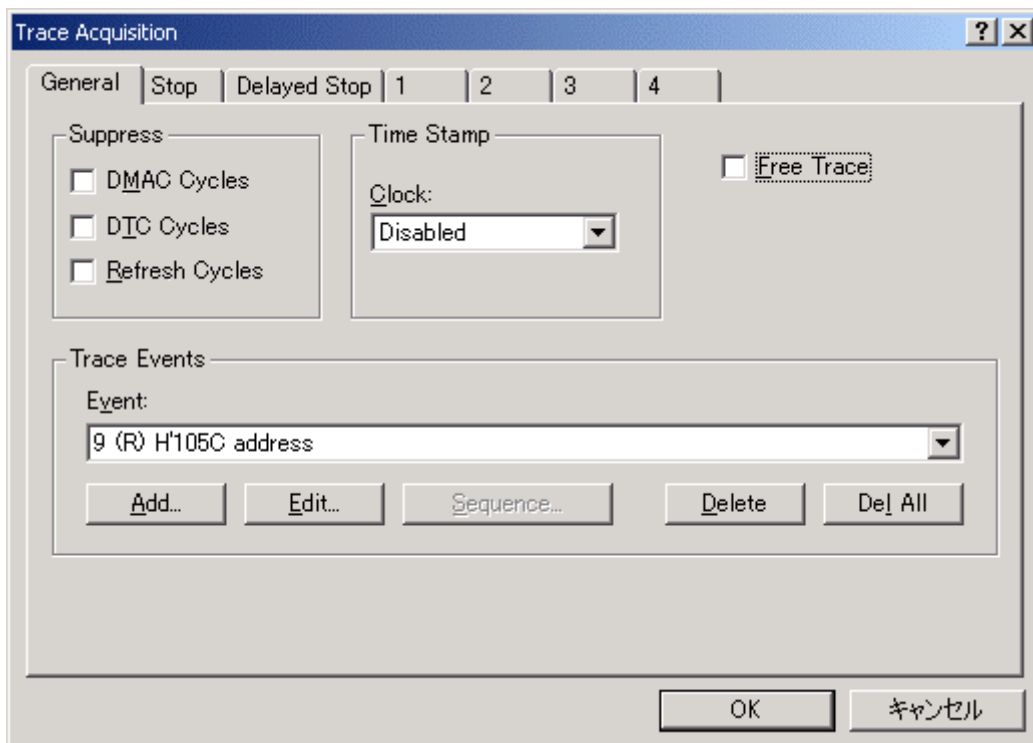

図 6-45 [Trace Acquisition]ダイアログボックス (ページ追加)
- (7)設定したイベントを有効とする為に、[General]ページの[Free Trace]チェックボックスのチェックを解除します。チェックを解除すると新たに[1]～[4]のページが表示されます。(図 6-45 [Trace Acquisition]ダイアログボックス)